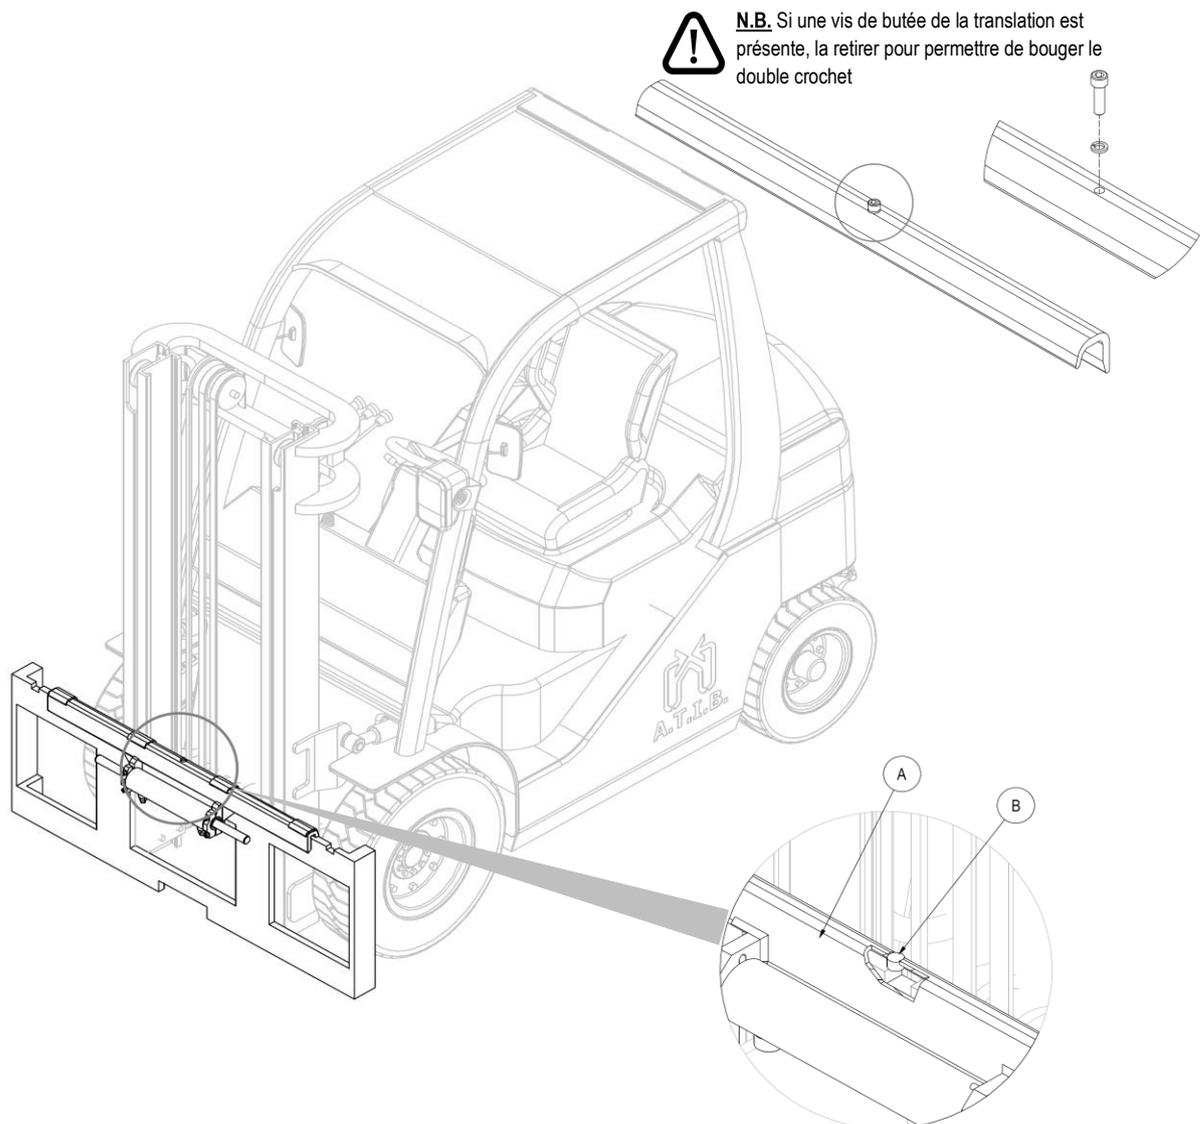

Figure 7
4. Saisir manuellement le double crochet **A** (avec les bagues de glissement et le vérin), et le positionner sur le profil supérieur du tablier porte-fourches, en veillant à emboîter le goujon de centrage **B** dans l'encoche centrale de celui-ci (voir *Figure 7*).